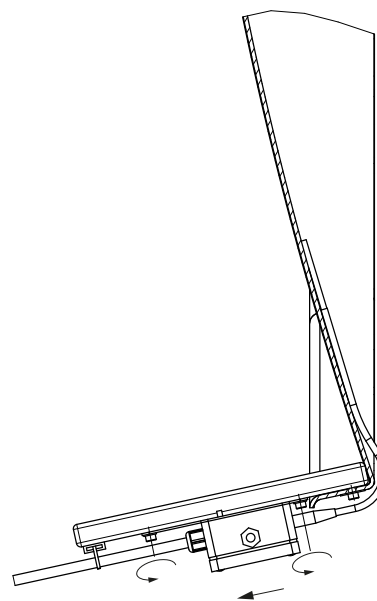

Abb. 4
3. Sensorgehäuse samt Blech im Aluprofil soweit schieben, dass die Enden der beiden Elektroden unter Spannung auf der Reflektorfläche liegen, dann die Schrauben (2 + 3) wieder festziehen ($M_A = 5 \text{ Nm}$) (Abb. 4).
4. Den Kabelbinder (4) der Einheit festziehen.